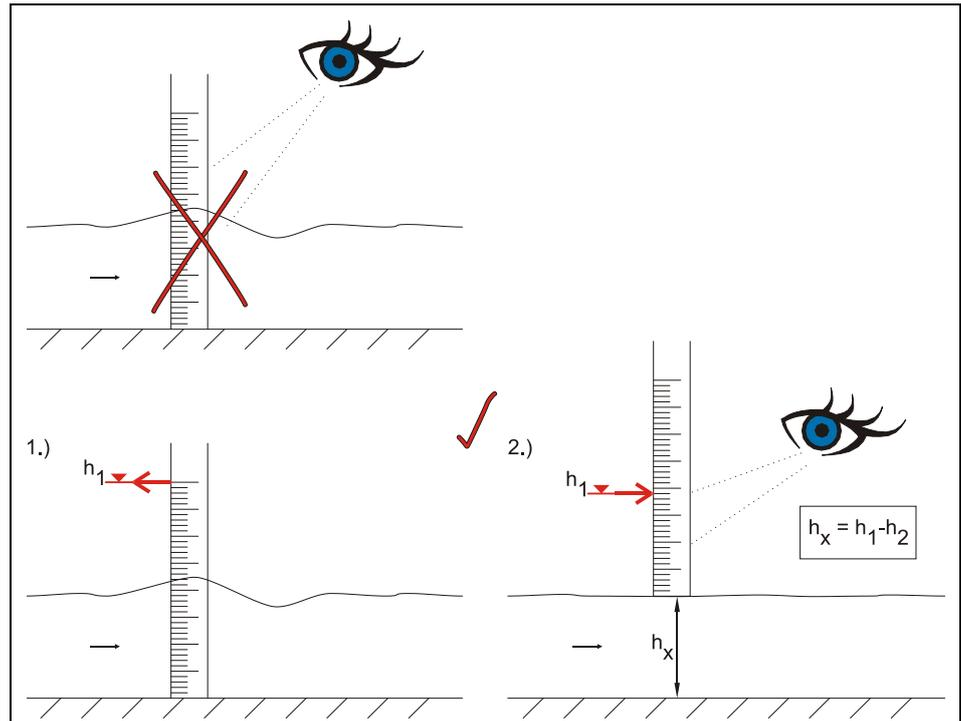

Fig. 12-1 Détermination du niveau de référence sous conditions d'exploitation
- Mesurez le niveau dans le canal à l'aide d'un mètre pliant (voir Fig. 12-1)